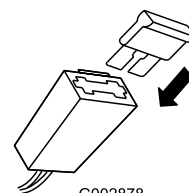

Figura 10
3. Instale el fusible en el portafusibles (Figura 10).